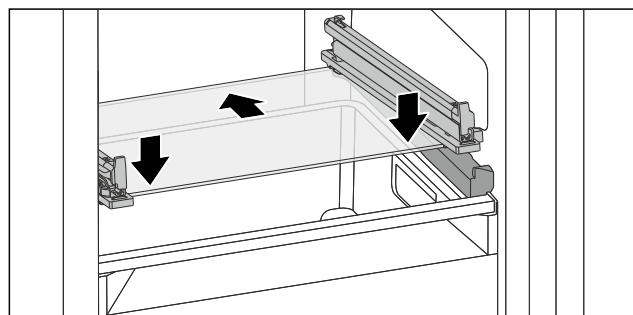

Fig. 74 Ripiano in vetro del cassetto ribaltabile
- Applicare il ripiano in vetro obliquamente dietro i fermi. (vedere Fig. 74)